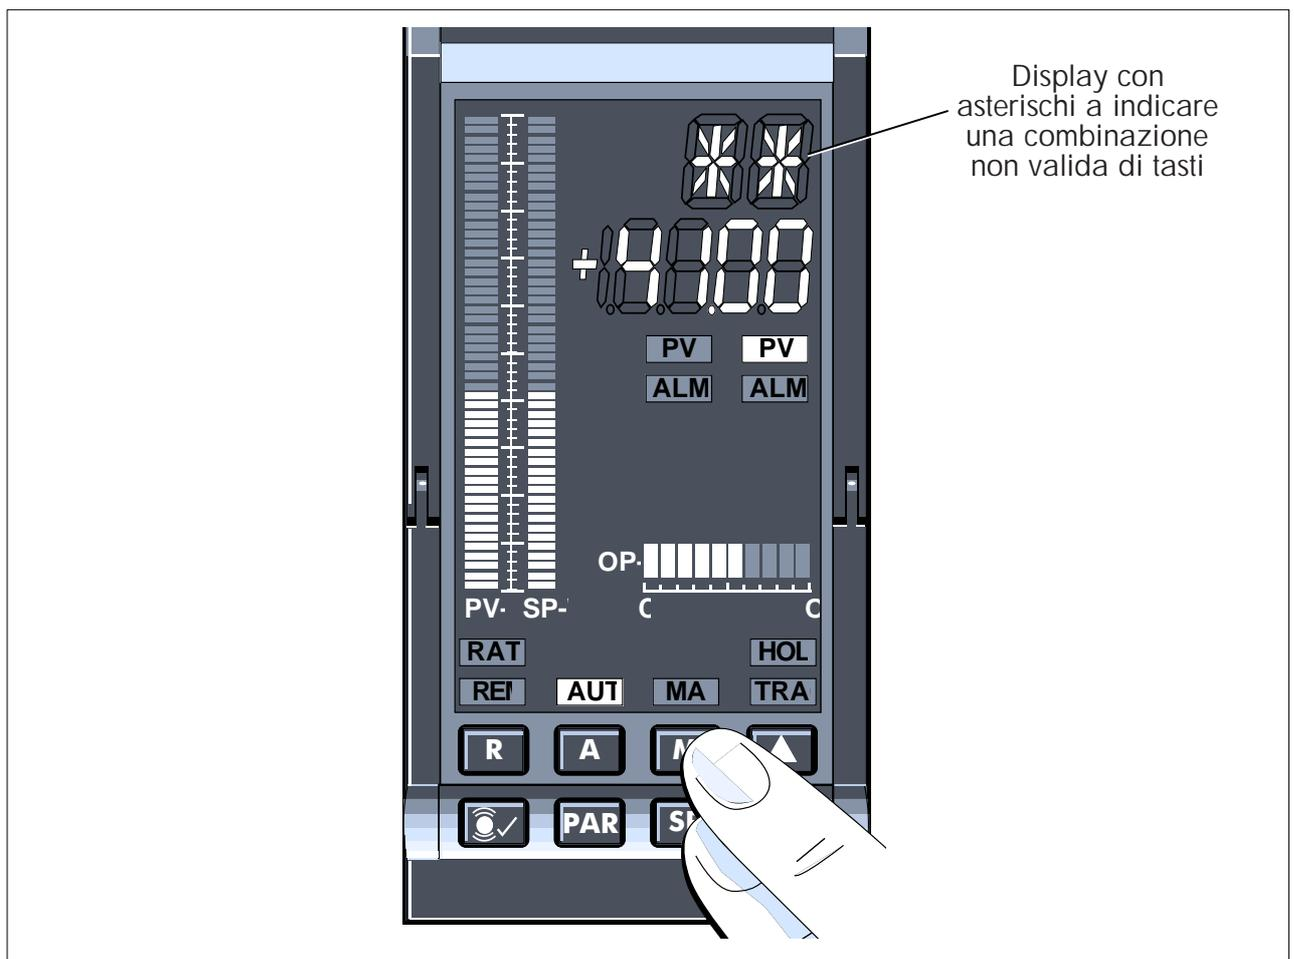

Fig. 3-2 Display con asterischi che indica una combinazione errata — es.
- Errori nell'uso dei tasti.** Un'altra funzione del display a 2-caratteri e' di informarvi se avete premuto una combinazione di tasti, o una sequenza non valida, che sara' ignorata dallo strumento. In tal caso il display mostra un paio di 'asterischi'; Fig. 3-2 ne da' un esempio. Se compare un tale messaggio, rilasciate tutti i tasti per eliminare gli errori. Altrimenti qualunque altra azione sui tasti verra' ignorata. (Le combinazioni valide si vedono in §§ 1.6 & 2.3.)